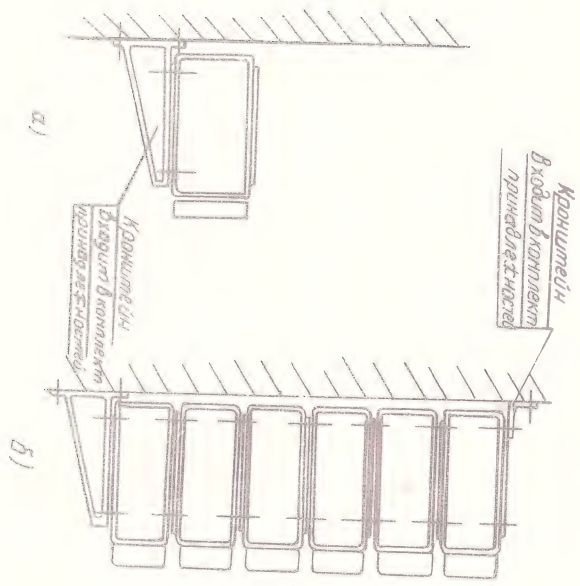

Рис. 2
- аппарат П-219 АМ ставится на стол или крепится к стенке с помощью двух кронштейнов и шести болтов М 10, прилагаемых в комплекте к изданию /см. рис. 2а/.
При необходимости использования малой площади для развертывания нескольких устройств, аппараты П-219 АМ ставятся один на другой и крепятся между собой теми же болтами /см. рис. 2б/;